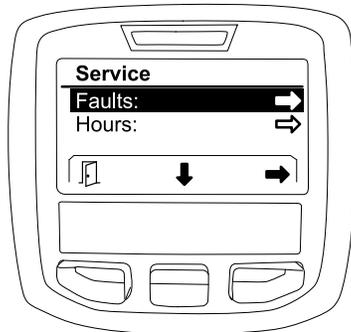

Bild 26
1. Navigieren Sie mit der mittleren Auswahltaste auf die Option FAULTS und drücken Sie dann die rechte Auswahltaste, um den Bildschirm „Faults“ aufzurufen (Bild 26).